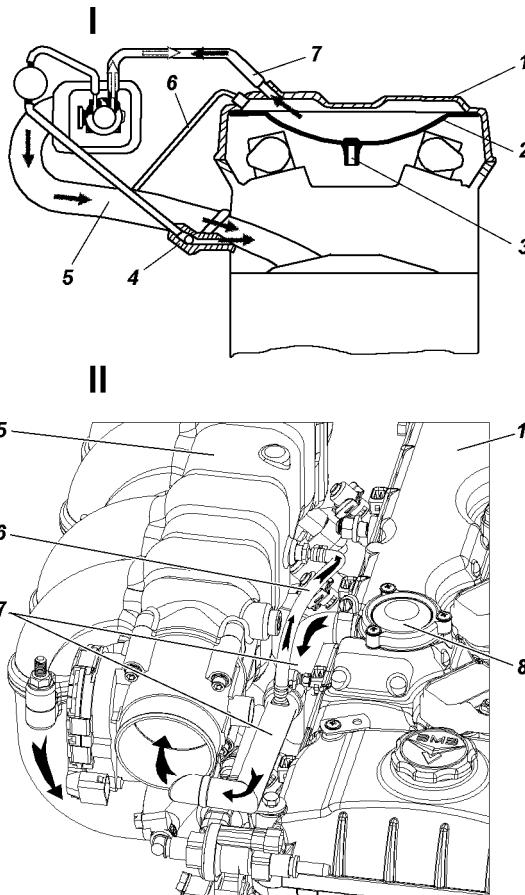

Рис. 9.21. Вентиляция картера двигателя ЗМЗ-409:
**Система вентиляции картера двигателя ЗМЗ-409.** При обслуживании системы вентиляции (рис. 9.21) необходимо снять крышку клапанов 1, шланги вентиляции 6, 7 и очистить от смолистых отложений каналы вентиляции в крышке клапанов и впускной трубе, шланги вентиляции и патрубки маслоотражателя 2. Промывку маслоотражателя в бензине проводите без снятия его с крышки клапанов.